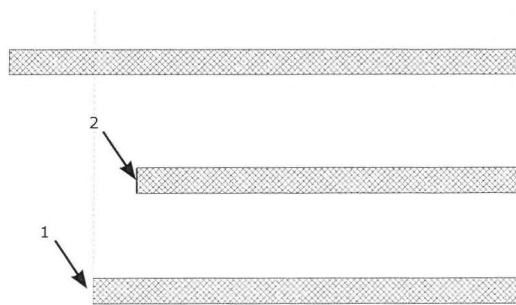

Fig. 06.10. Klik først på det sted hvor du gerne vil have noget flyttet hen til, og derefter på det du gerne vil flytte.
På Fig. 06.10 er der tegnet 3 vægstumper, som ikke er lige lange. Her kan *Align* anvendes til at gøre væggene lige lange.
- Klik derefter på enden af væggen som skal have samme længde som den første valgte (Fig. 06.10, nr. 2).